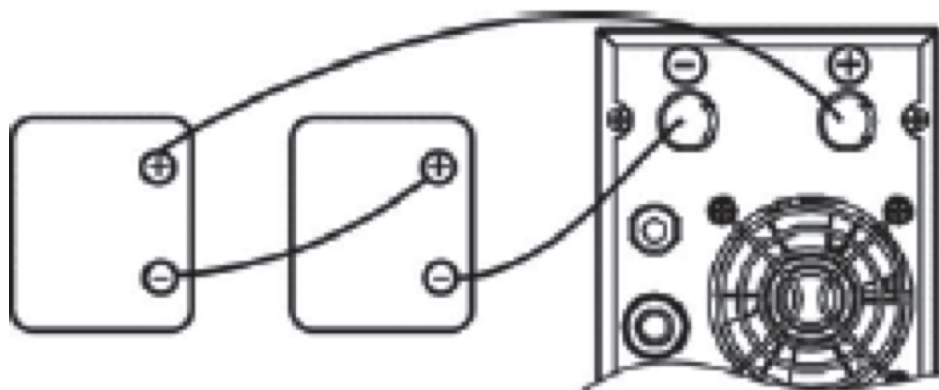

Рис. 2
2) Подключение нескольких аккумуляторных батарей, соединенных последовательно (см. рис. 2): У всех батарей должны быть одинаковые значения напряжения и емкости в ампер-часах. Сумма напряжений батарей должна равняться номинальному напряжению постоянного тока данного устройства.